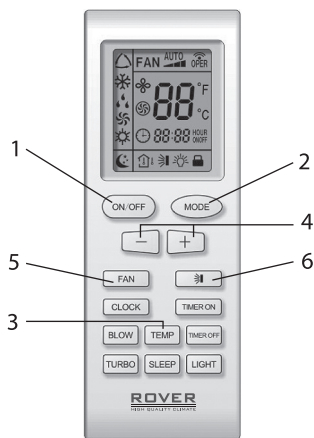

Рис. 5.4
5.2.4 Порядок управления (Рис. 5.4).